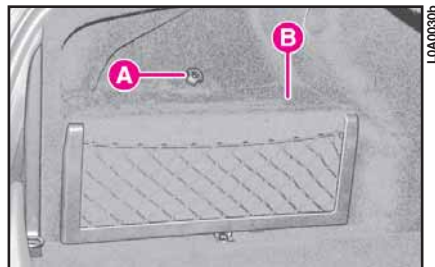

fig. 1
## ESQUEMA DE MONTAJE (fig. 1)
3) Afloje el pomo A (fig. 1) y quite la tapa B.